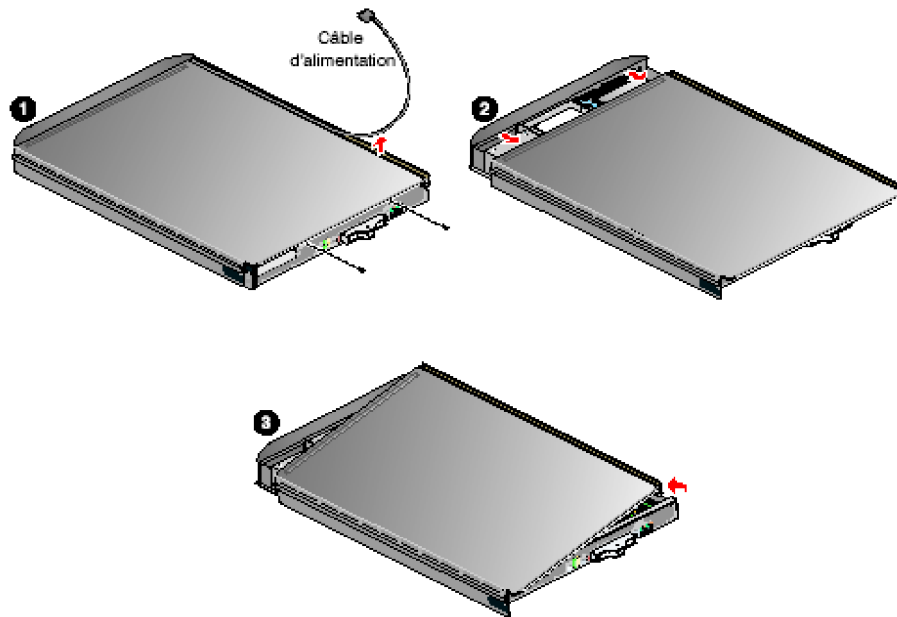

Figure 6-1 Ouverture du couvercle du système
Utilisez les étapes suivantes et la figure 6-1 pour ouvrir le couvercle :
1. Pour enlever le couvercle du module et accéder aux composants internes du système, retirez les deux vis Torx (Tx 20) retenant le dessus à l'arrière de l'unité comme le montre la figure 6-1.